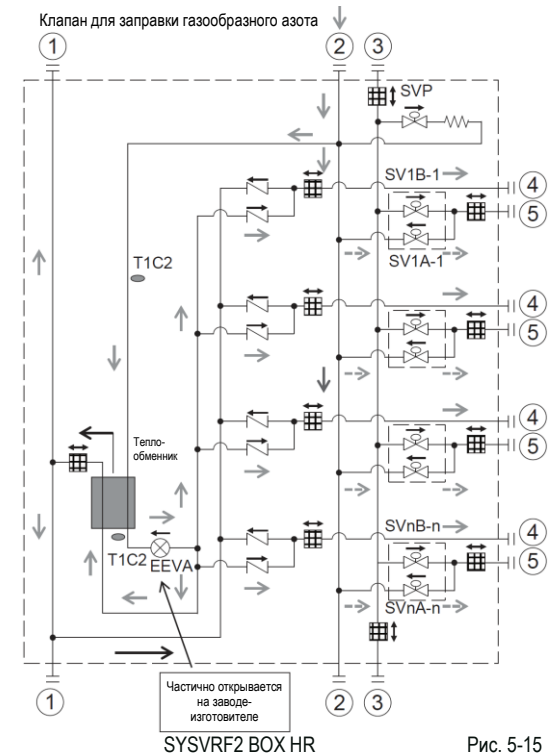

Рис. 5-15
- а) Стандартная продувка через клапан ② во время пайки соединения ④ и интенсивная продувка (> 20 кПа) через клапан ② во время пайки соединения ⑤, как показано на рис.5-15.
- б) Стандартная продувка (≤ 20 кПа) через клапан ② во время пайки соединения ① и стандартная продувка через запорный клапан соответствующего наружного блока во время пайки соединения ② и соединения ③, как показано на рис.5-15.